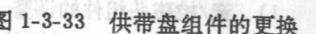

图 1-3-33 供带盘组件的更换
- ① 从供带弱刹车上拆下弱刹车弹簧,见图 1-3-33。
- ② 拆下供带弱刹车。
- ③ 从张力臂上拆下张力弹簧。
- ④ 拆下螺丝(A),然后拆下张力杆和张力带组件。